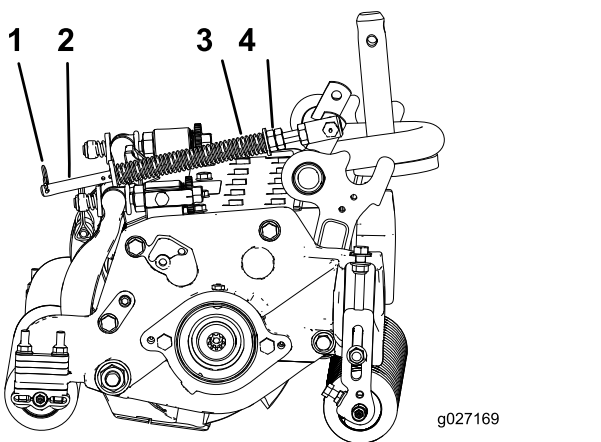

Рисунок 14
1. Убедитесь, что игольчатый шплинт установлен в заднее отверстие штока пружины (Рисунок 14).
2. Затяните шестигранные гайки на переднем конце штока пружины так, чтобы длина сжатой пружины была равна 15,9 см (Рисунок 14).